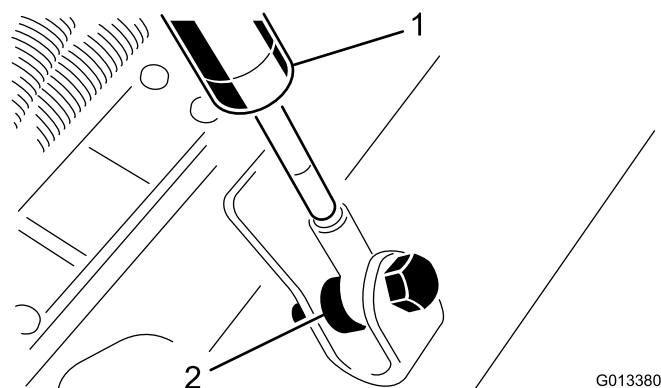

Figura 6
7. Retire os parafusos, espaçadores e porcas flangeadas que prendem a outra extremidade dos amortecedores à unidade de corte (Figura 6).